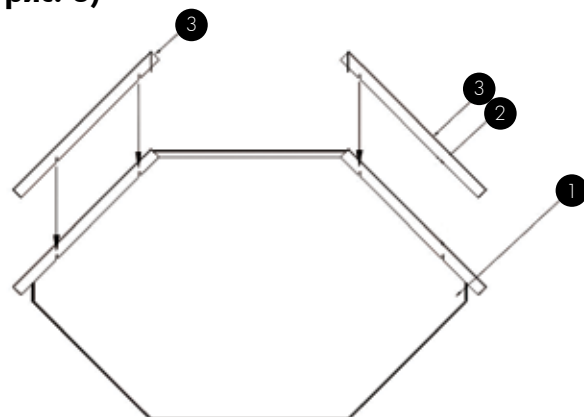

Рис. 3
8.2. Установка элементов из нержавеющей стали для корпуса отдельно стоящего углового холодильника (см. рис. 3)